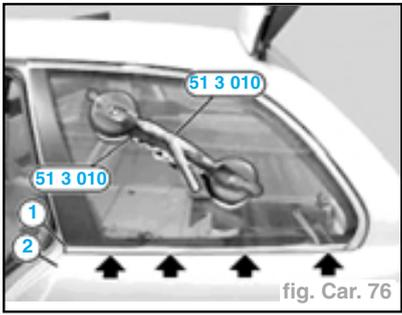

fig. Car. 76
- La partie presque verticale (B) du cordon de colle (1) doit correspondre au surmoulage en PVC (5).
- Appliquer le bas de la vitre à l'aide de l'outil spécial 51 3 010. La partie avant de la baguette chromée (1) doit affleurer avec le bord de la carrosserie (2) (fig. Car. 76)